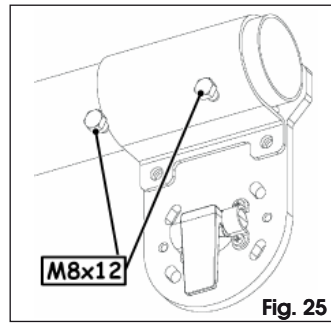

Fig. 25
5. Completare il fissaggio dell'asta con le altre due viti, Fig. 25.